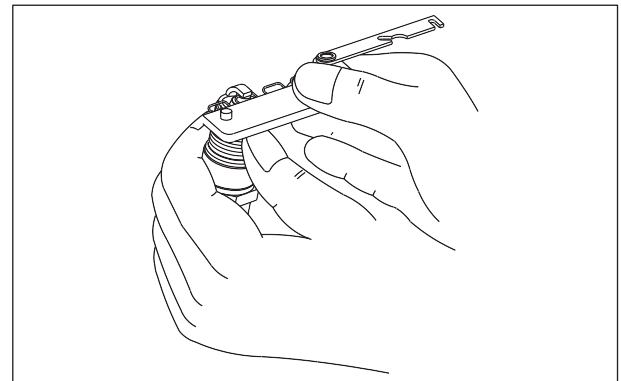

Fig. 2.12
- Revise la holgura entre los electrodos de la bujía, si los encuentra por fuera de lo recomendado remplace la bujía por una nueva. (Fig. 2.12)